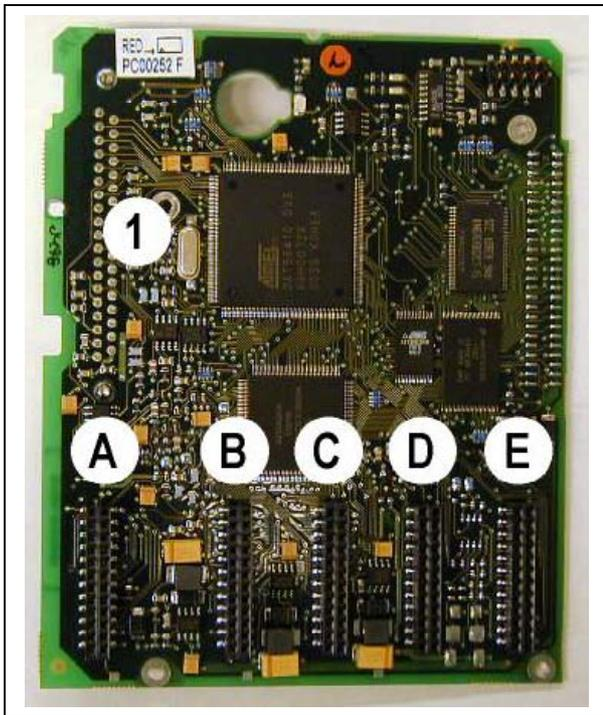

Figura 6-19. Scheda di controllo NX
L'unità di controllo dell'inverter si compone in sintesi di una scheda di controllo e di schede aggiuntive (si vedano le Figura 6-19 e Figura 6-20) collegate ai connettori dei cinque spazi (da A a E) della scheda di controllo. La scheda di controllo è collegata all'unità di potenza tramite un connettore D (1).